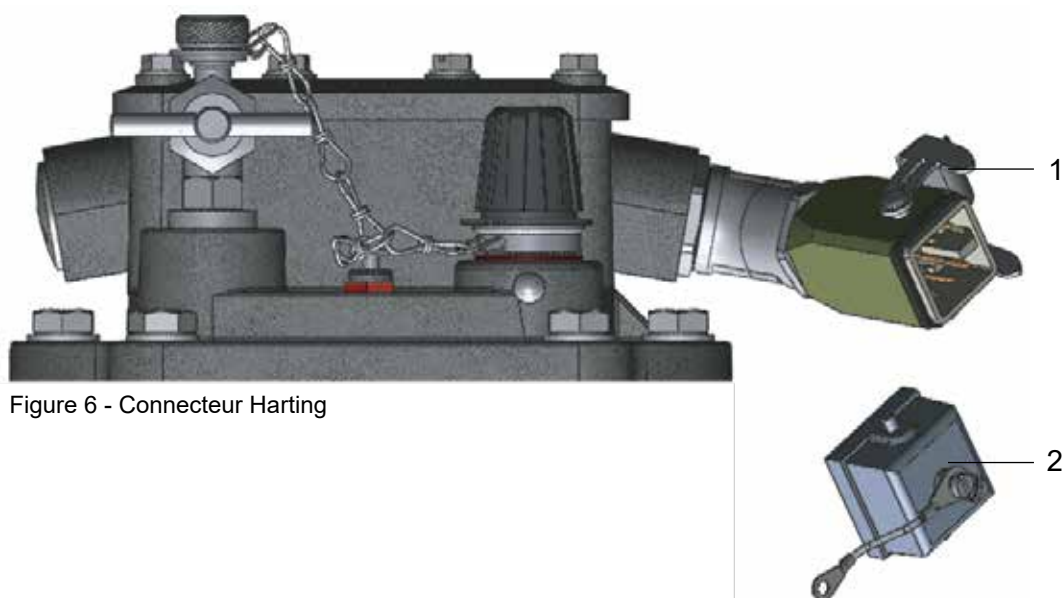

Figure 6 - Connecteur Harting
- Enlever le circlip (fig. 6/ no. 1)
- Enlever le capot (fig. 6/ no. 2)